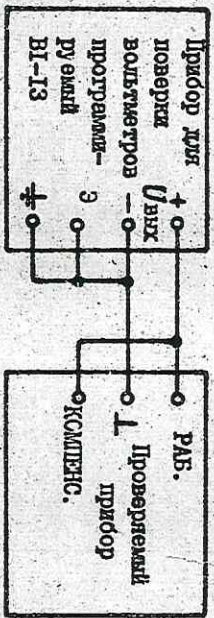

Рис. 12.5
Схема соединения приборов приведена на рис. 12.5.
- 1) соедините прибор согласно рис. 12.5;